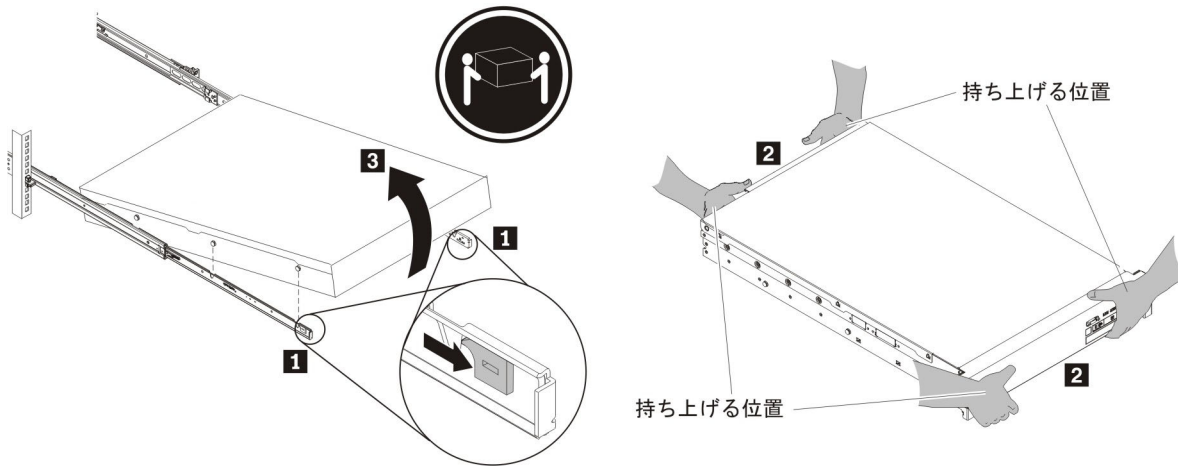

図 20. ラッチを外してアプライアンス前面を回転させる
注: 図 20 の **2** で示した場所を持って、必ず 2 人でアプライアンスを持ち上げてください。
1. 図 20 に示すように、ラッチを外してアプライアンスの前面を回転させます。